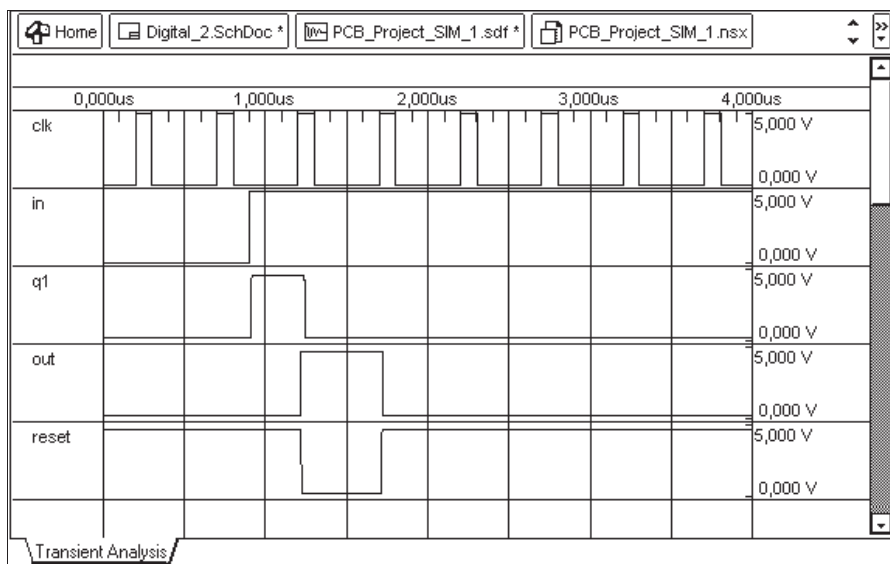
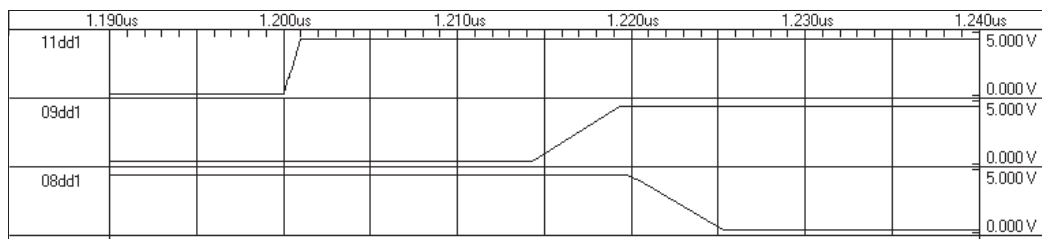

Рис. 8.52. Временные диаграммы сигналов в формирователе по рис. 11.49
Рис. 8.53. Задержка распространения сигналов в формирователе по рис. 8.51
2. На вход C первого триггера (рис. 8.52, график **in**) в произвольный момент времени поступает перепад логического сигнала с источника импульсного сигнала U2 (в реальном устройстве это может быть нажатие кнопки), переводящий контакт C из состояния лог. «0» в состояние «лог. «1»».
5. На тактовый вход C второго триггера поступают импульсы тактовой серии (рис. 8.52, **clk**) с источника импульсного сигнала U3. По нарастающему фронту первого тактового импульса, совпадающего с высоким логическим уровнем на
входе D второго триггера (DD1:2), выход Q этого триггера переходит в состояние лог. «1» (рис. 8.52, **out**).
6. Сигнал лог. «0» с инверсного выхода второго триггера (рис. 8.52, **reset**) поступает на вход сброса R (контакт 01DD1) первого триггера и сбрасывает его в исходное состояние (лог. «0» на выходе Q). Таким образом, напряжение сигнала на входе D второго триггера приобретает нижний уровень (лог. «0»).
На вкладке **Transient/Fourier Analysis** устанавливаем значения полного времени моделирования 5 мкс и шага дискретизации 5 нс. Результаты моделирования приведены на рис. 8.52 и 8.53. Временные диаграммы на рис. 8.53 позволяют определить длительность задержки фронтов синхронного выходного импульса на прямом и инверсном выходах второго триггера схемы (09dd1, 08dd1) относительно переднего фронта тактового импульса на входе С второго триггера (11dd1).
На временных диаграммах выходных напряжений дешифратора наблюдаются «спицы» (Spikes, дословно «костыли»), возникающие за счет конечного времени переключения в моменты срабатывания триггеров счетчика (см. рис. 8.53). Этот эффект характерен для асинхронных двоичных счетчиков и значительно ослаблен в синхронных счетчиках.